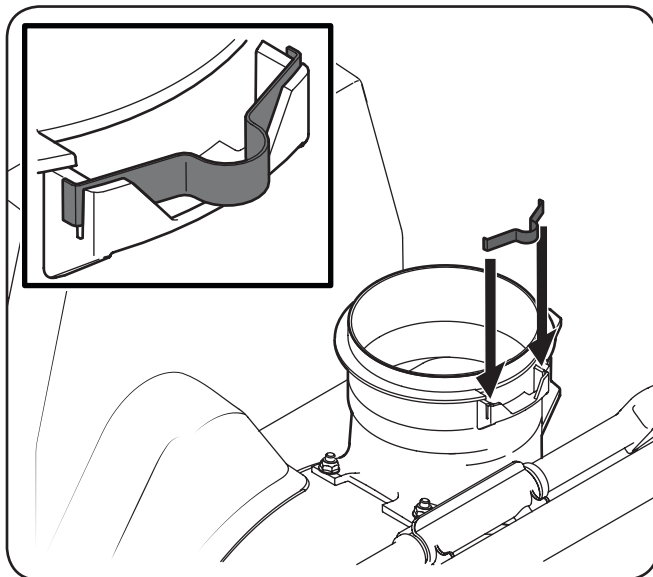

Figura 3-1
1. Instale el resorte de alambre en la abertura de descarga del accesorio quitanieve para lo cual debe insertar ambos extremos en las ranuras provistas. Consulte la Figura 3-1 para conocer la ubicación y la orientación adecuadas del resorte. En el recuadro de la Figura 3-1 se muestra el resorte correctamente instalado con los extremos colocados en las ranuras provistas.